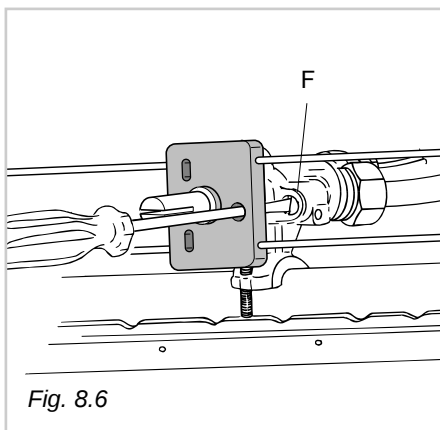

Fig. 8.6
I rubinetti del piano di lavoro sono dotati di valvolatura di sicurezza; in questi rubinetti la vite di regolazione del minimo è situata all'esterno del rubinetto (Fig. 8.6).
- Sfilare la manopola del rubinetto e con un cacciavite a taglio agire sulla vite F, attraverso l'apposito foro del microinterruttore (fig. 8.6), fino ad ottenere la fiamma desiderata.